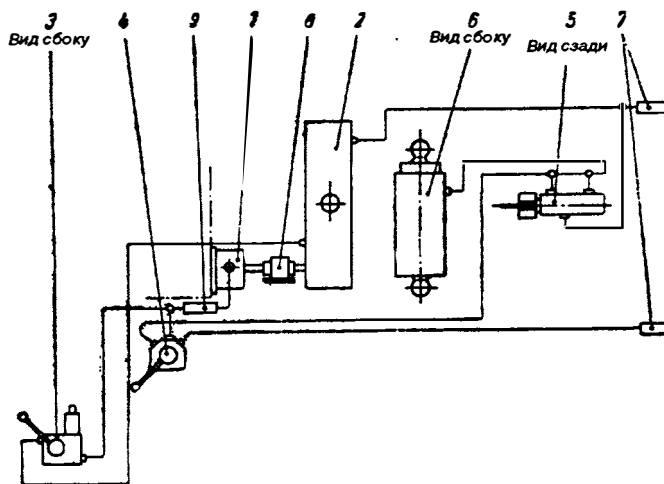

Рис.89 Схема гидравлической системы
Поток гидравлической жидкости для гидросистемы (рис.89) производится шестереночным насосом А 16 ТГЛ 10 859 (1), прифланцованным к блоку трансмиссии. Насос приводится в действие через коробку отбора мощности от двигателя автомобиля.